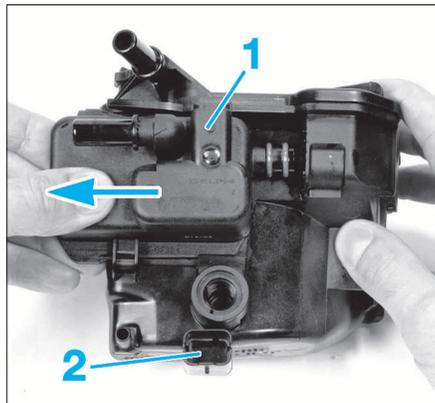

FIG. 40
• Déposer le réchauffeur de carburant (1) et le détecteur de présence d'eau (2) (si équipé) si le filtre à gazole doit être changé (Fig.40).